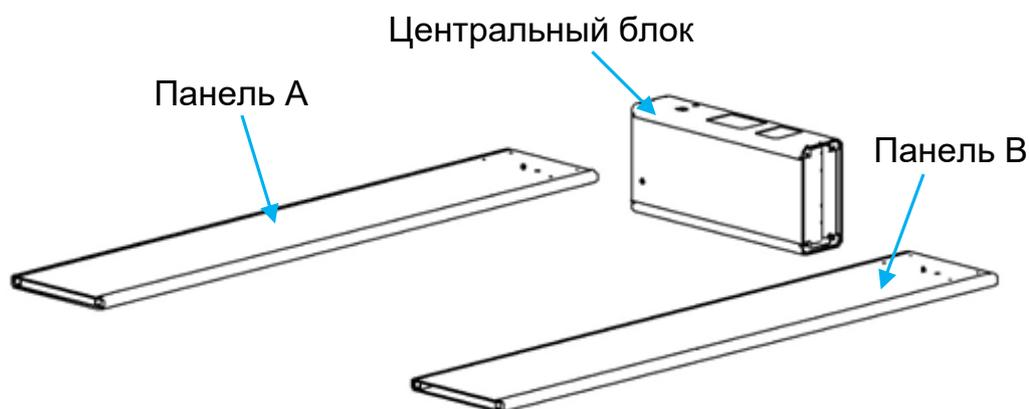

Рисунок 2
2. Установить центральный блок на основание в положении индикатором вверх (рис. 2).
3. Расположить боковые панели справа и слева от центрального блока в соответствии с маркировкой на верхних торцах (А – слева от блока, В – справа от блока) (рис. 2).